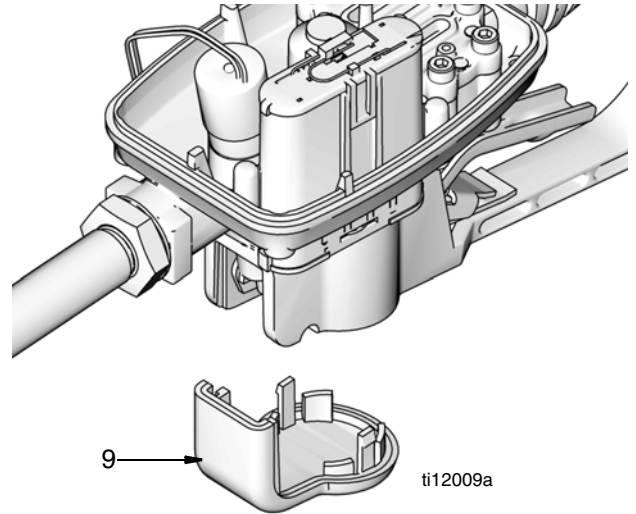

FIG. 36
8. Retire la protección (9) metiendo el pulgar u otro dedo tras la tapa para soltarla. A continuación, deslice la protección hacia abajo para sacarla de la ranura de la carcasa (FIG. 36).